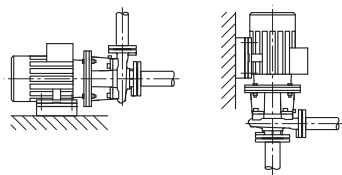

Fig. 41: Verzija BL
- Monoblok pumpe serije BL-E moraju da se postave na temelje, odn. konzole odgovarajućih dimenzija (Fig. 41). Kod pumpi tipa BL motor počev od snage motora od 18,5 kW mora da se podupre, pogledajte primere ugradnje BL (Fig. 42).